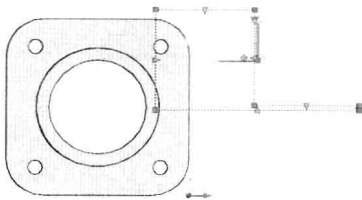

图 9-3-13
(12) 单击截面对象，显示出夹点，如图 9-3-13 所示。